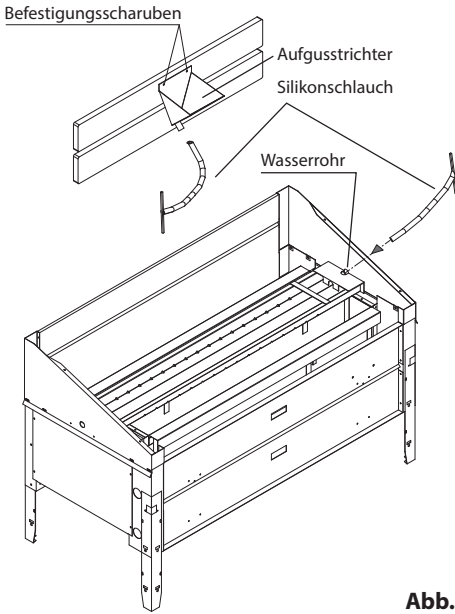

Abb. 6
7. Montage Ausgusstrichter (Abb. 6